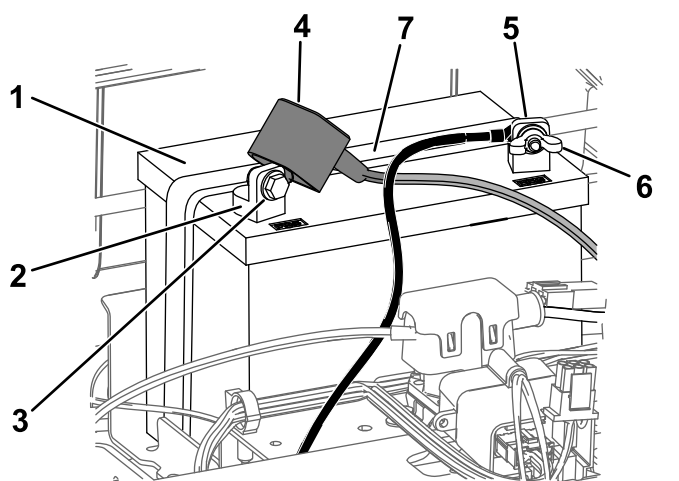

Figura 48
4. Staccate il cavo negativo (nero) di terra dal polo della batteria (Figura 48).
6. Staccate il cavo positivo (rosso) dal polo della batteria (Figura 48).
7. Togliete il dispositivo di fissaggio della batteria (Figura 48) e togliete la batteria dal vassoio.
1. Posizionate la batteria nella cassetta (Figura 48).
5. Fissate la batteria con l'apposito dispositivo (Figura 48).